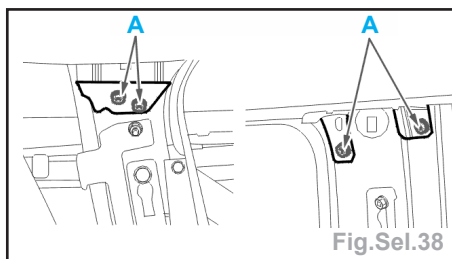

Fig.Sel.38
- Déposer les 4 fixations en (A) de la garniture de pavillon (Fig.Sel.38).